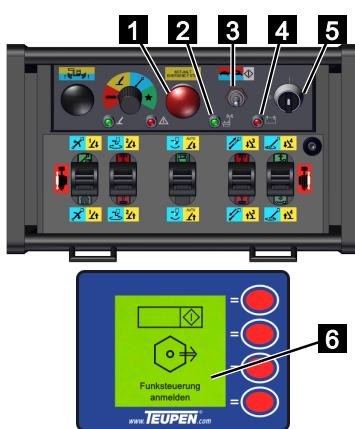

Abb. 70
3. Sicherstellen dass der Not-Halt-Taster an der Funksteuerung (Abb.70/1) nicht betätig ist.
4. Zum Einschalten der Funksteuerung den Drehschalter (Abb.70/5) im Uhrzeigersinn auf [/] drehen.
- Die Funksteuerung piept 2x, die Akkuleuchte (Abb.70/4) blinkt 2x.
- Die Leuchte-Funkstrecke (Abb.70/2) blinkt schnell.
5. Im Display erscheint die Meldung „Funksteuerung anmelden“ (Abb.70/6). Hierzu den Kippschalter (Abb.70/3) nach rechts in Stellung [Start] drücken.
- Die Leuchte-Funkstrecke (Abb.70/2) blinkt langsam.
Nach einer Funkunterbrechung (z.B. durch einen Akkuwechsel) muss die Funksteuerung durch drücken des Kippschalters (Abb.70/3) in Stellung [Start] erneut am Empfänger angemeldet werden.